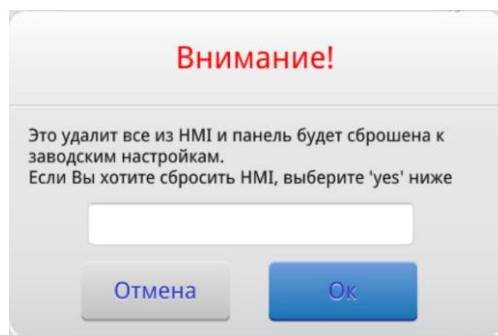

Рисунок 3.7 –Окно подтверждения действия
5. В окне подтверждения действия (рисунок 3.7) в поле ввода ввести «yes» и нажать кнопку «Ок».